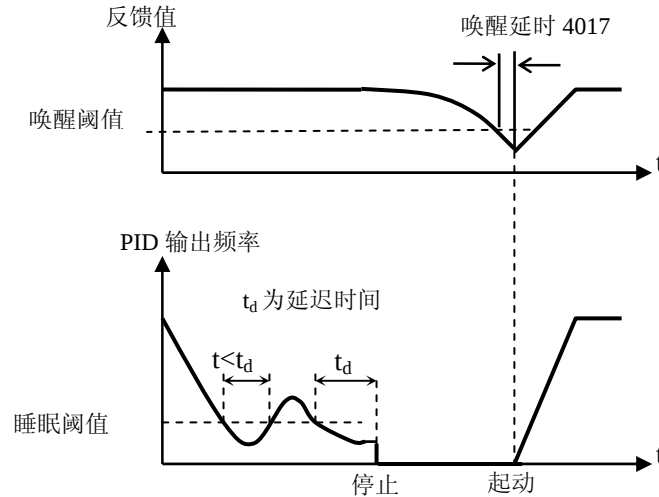

图 9-20 睡眠功能示意图
☞ 定义睡眠功能的延迟时间，见图 9-20。如果 TVF1000 的输出频率持续低于参数“4014PID 睡眠阈值”的时间大于 PID 睡眠延迟时间，则 TVF1000 将停止输出。
- ☞当 TVF1000 输出频率值降到该项定义的阈值时，睡眠延迟时间开始计时；当 TVF1000 输出频率值上升到大于该项定义的阈值或已进入睡眠状态时，睡眠延迟时间复位为 0。见图 9-20。
- ☞终止睡眠功能的反馈值低限。该参数设定一个睡眠功能的反馈值低限，见图 9-20。当反馈值降到此低限值时，睡眠被唤醒。该值随给定大小的变化而变化。
- ☞定义唤醒功能的延迟时间，见图 9-20。如果 TVF1000 的反馈值持续低于参数“4015PID 唤醒阈值”的时间大于 PID 唤醒延迟时间，则 TVF1000 被唤醒重新起动。